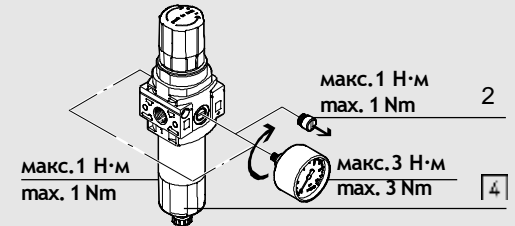

Рис.2/ Fig.2
- Для монтажа манометра (➔ рис. 2):
- Если уровень конденсата находится на отметке 4 (➔ рис. 2):